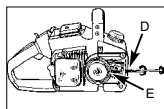

Abb. 3D
3. Drehen Sie die Justierschraube (D) mit einem Schraubenzieher ENTGEGEN DEM UHRZEIGERSINN, bis die ANGEL (E) (herausstehende Spitze) sich am Ende ihrer Schiebetracke in Richtung Kupplungswalze und Zahnrad befindet (Abb. 3D).